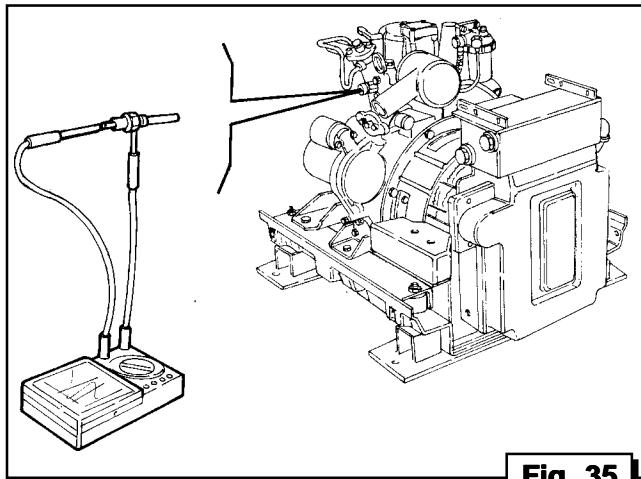

Fig. 35
- Verificare che non ci sia continuità fra il positivo e massa (Fig. 35/36).
- Verify that there is no continuity between (+) and ground (Fig. 35/36).